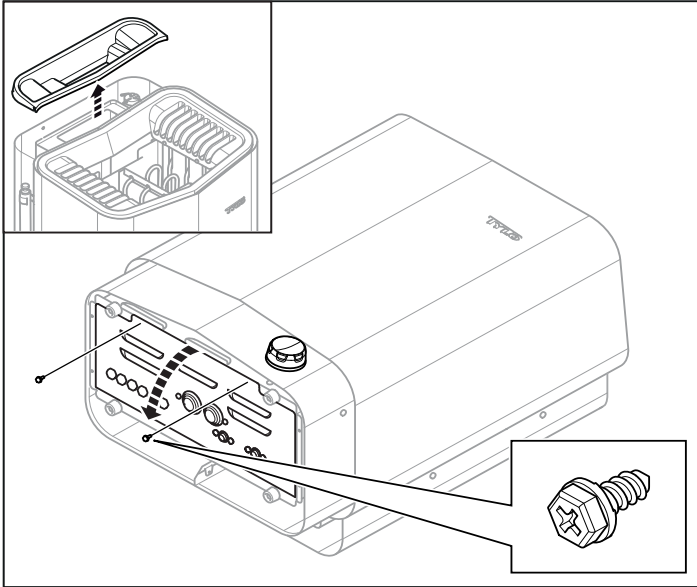

Figure 9 : Ouverture/fermeture du couvercle
- Retirez le couvercle du réservoir d'eau et couchez le poêle avec la face avant tournée vers le haut (voir figure 9).
- Desserrez les vis et ouvrez le couvercle (voir figure 9).
- Fermez le couvercle et serrez les vis (voir figure 9).